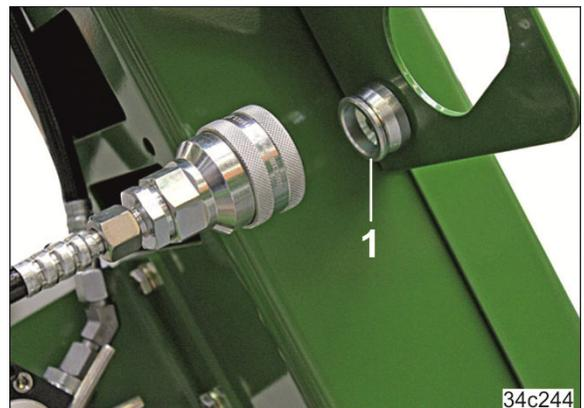

Fig. 112
5. Die Hydraulik-Muffe auf die Schutzkappe (Fig. 112/1) stecken. Die Schutzkappe ist an der Schlauchgardrobe befestigt und schützt die Muffe in Parkstellung vor Verschmutzung.